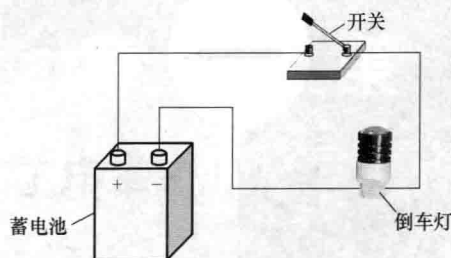

图 1-1 汽车倒车灯电路模型图
(1) 什么是电路 电流通过的路径称为电路。它是为满足某种需要,用选定的导线将电源、电器设备和中间环节相互连接,构成一个完整的供电系统。图 1-1 所示为汽车倒车灯的电路模型图。